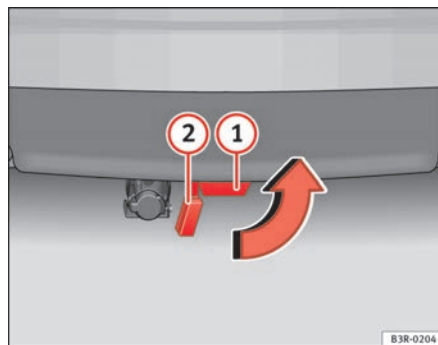

Fig. 165 Paraurti posteriore: collocare il tappo
- Estrarre il gancio a testa sferica dall'attacco ① ⇒ fig. 165, tirandolo verso il basso. L'attacco viene automaticamente chiuso dal coperchio ②.